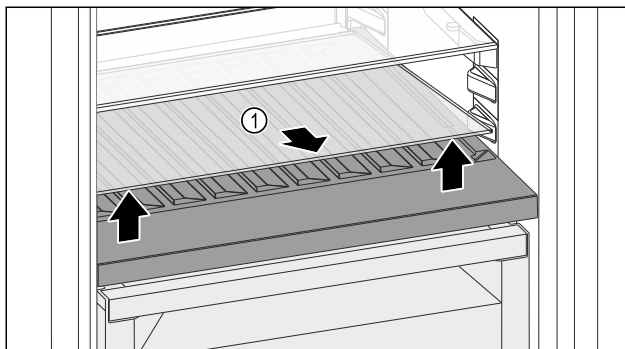

Fig. 157
- Glasplatte Fig. 157 (1) an der Aussparung vorne anheben und herausnehmen.
- Glasplatte Fig. 157 (1) außerhalb des Geräts sicher aufbewahren.